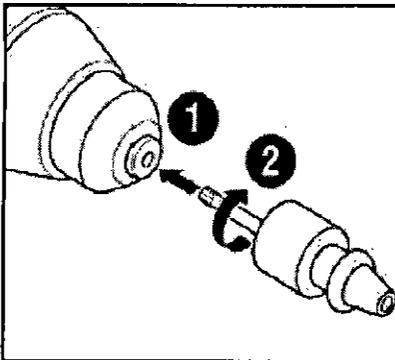

Figura 2: Insertar y girar el adaptador de perforación
1. Inserte el adaptador de perforación en el collar del mango y, al mismo tiempo, gírelo hasta que perciba positivamente un tope (Vea Figura 2).